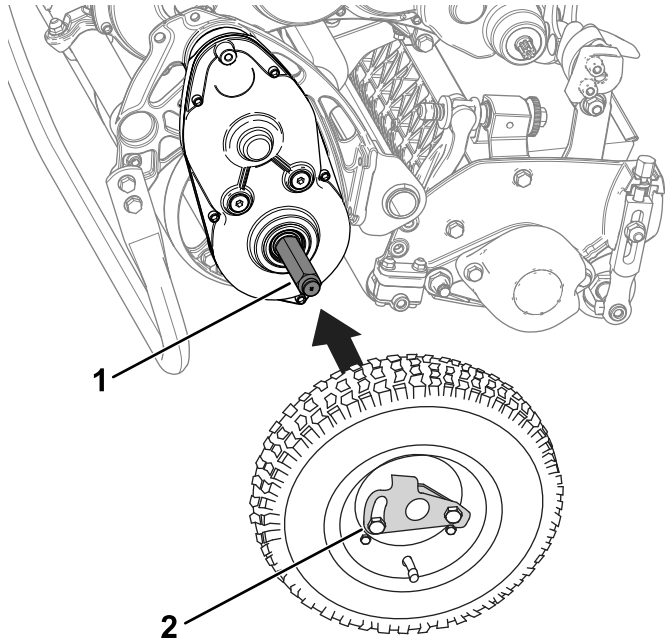

Figura 21
2. Coloque una rueda sobre un eje (Figura 21).
3. Gire el clip de retención de la rueda (Figura 21) alejándolo del centro de la rueda, dejando que esta entre más en el eje.